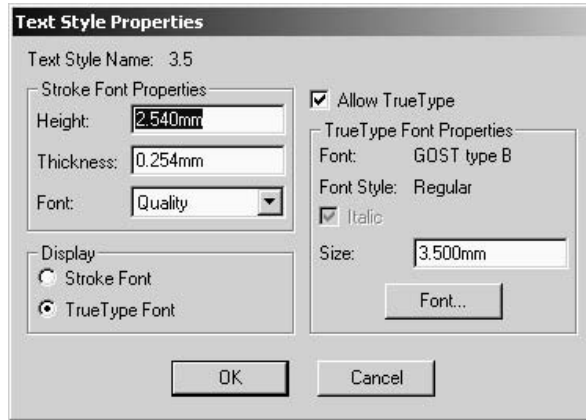

Рис. 3.3.11
- В открывшемся диалоговом окне **Text Style Properties** (рис.3.3.11) поставить флажок возле **Allow True Type**. Затем нажать кнопку **Font**. В открывшемся диалоговом окне в области «Шрифт» выбрать «**GOST type B**». В области «Набор символов» в выпадающем списке выбрать «Кириллица». В области «Начертание» выбрать «Курсив». Нажать ОК. В окне **Text Style Properties** в поле Display выбрать **True Type Font**. Нажать ОК. Щелкнуть два раза по названию шрифта 3.5.